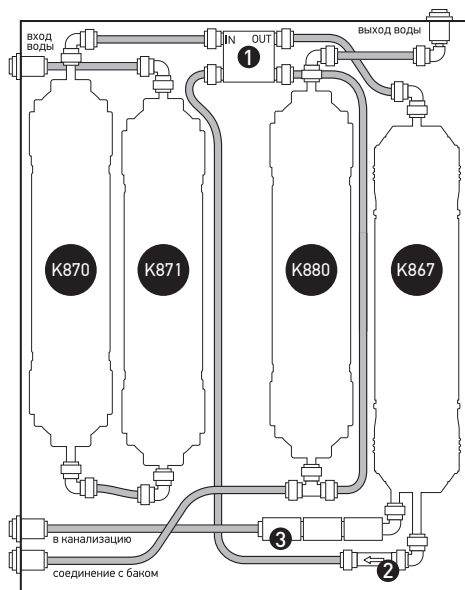

Рис.1. Схема основного блока модернизированной системы Expert Osmos M0520.
- комбинированный двухступенчатый фильтрующий элемент финишной очистки и минерализации K880 (см. Рис.1).